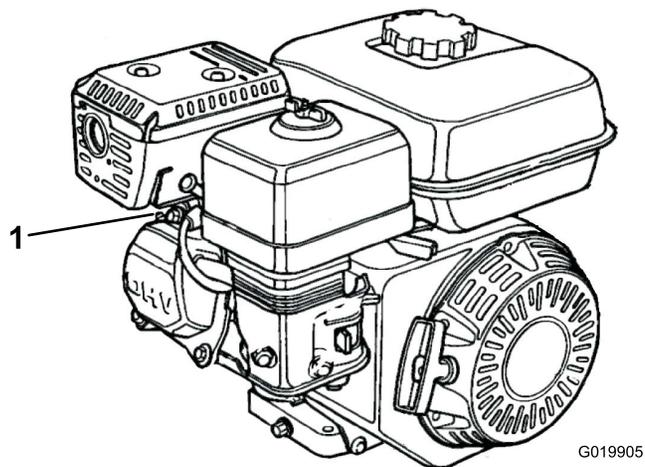

Figure 30
1. Débranchez le fil de la bougie (Figure 30).